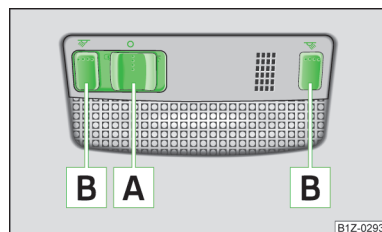

Fig. 23
- Pulsar el interruptor **A** » fig. 23 hacia el borde de la lámpara; se visualizará el símbolo ☀.
- Pulsar el conmutador **A** » fig. 23 a la posición central **0**.
- Pulsar el interruptor **A** » fig. 23 hacia el centro de la lámpara; se visualizará el símbolo ☀.
- Pulsar el interruptor **B** » fig. 23 para conectar y desconectar las luces de lectura.
Si se ha activado el manejo de la lámpara con el conmutador de contacto de puerta (Conmutador **A** » fig. 23 en la posición ☀), la lámpara se enciende si: